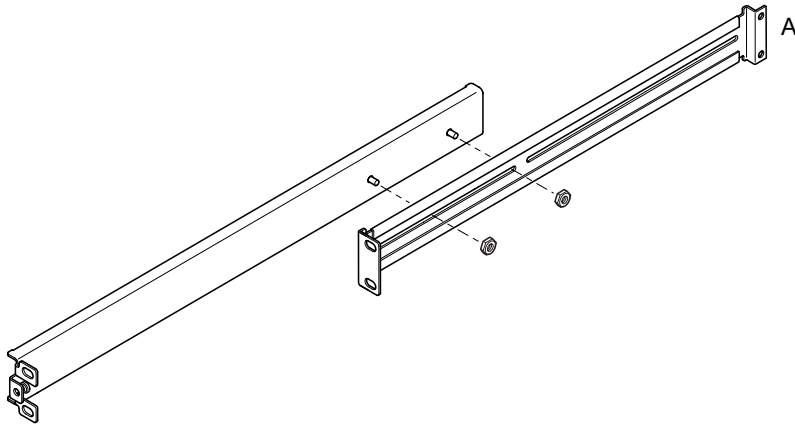

FIGURA 5-2 Colocación de los rieles de montaje de un bastidor Sun StorEdge de 72 pulgadas de alto
1. Coloque las dos partes del riel de forma que la orejeta de ángulo doble (A) se encuentre en la posición correcta en función del bastidor en que se instale.
- En el bastidor Sun de 72 pulgadas de alto (19 pulgadas de ancho), la orejeta de ángulo doble (A) debe estar en la parte posterior (consulte la FIGURA 5-2).